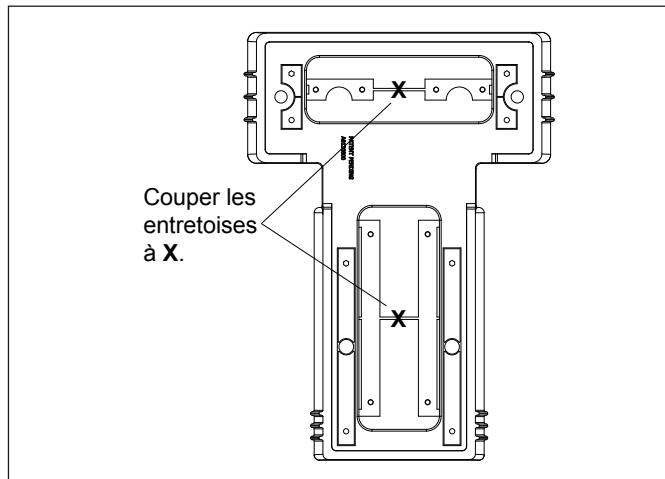
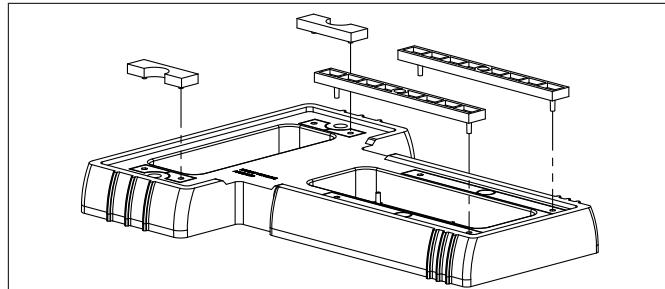

Figure 5. Découper les entretoises de la base
Figure 6. Emboîter les entretoises en place
- À l'aide d'un outil de coupe à main, couper les barrettes en plastique qui relient les entretoises supérieures et inférieures, tel que cela est illustré à la Figure 5.
- Retirer les deux (2) entretoises du haut et les deux (2) entretoises du bas de la base.
- Aligner les broches des quatre (4) entretoises avec les trous de la base, puis emboîter les entretoises en place, tel qu'il est indiqué à la Figure 6.